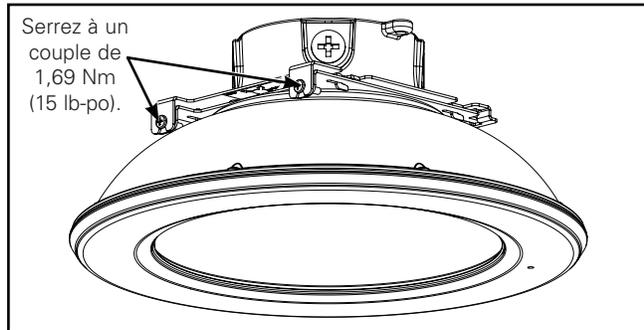

Figure 9.
- Serrez les vis de blocage à un couple de 1,69 Nm (15 po-lb) (Figure 9).